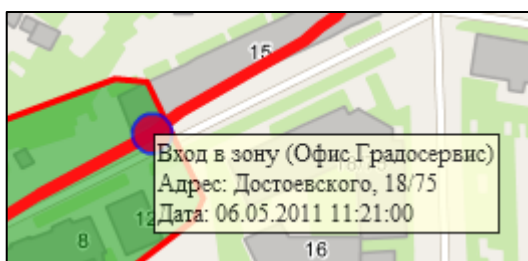

Рисунок 37 – Обозначение входа в определенную зону в графическом отчете
- «**Вход в зону**» — отображается красной точкой с синим контуром (Рисунок 37);